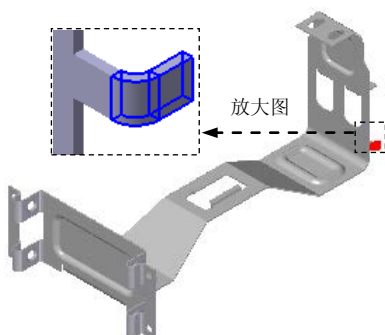

图 8.11.80 弯边特征 18
(3) 轮廓弯边的延伸量及方向。在“轮廓弯边”命令条中单击“延伸步骤”按钮；单击“有限范围”按钮，在 **距离** 文本框中输入值 4，并按 Enter 键，单击“对称延伸”按钮.
(4) 单击 **完成** 按钮，完成特征的创建。
Step37. 创建图 8.11.80 所示的弯边特征 18。
(1) 选择命令。单击“主页”功能选项卡“钣金”工具栏中的“弯边”按钮.
(3) 定义弯边类型。在命令条中单击“完全宽度”按钮；在 **距离** 文本框中输入值 4，在 **角度** 文本框中输入值 90，单击“内部尺寸标注”按钮和“外侧折弯”按钮；调整弯边侧方向如图 8.11.80 所示的位置。
(4) 单击  按钮，完成特征的创建。